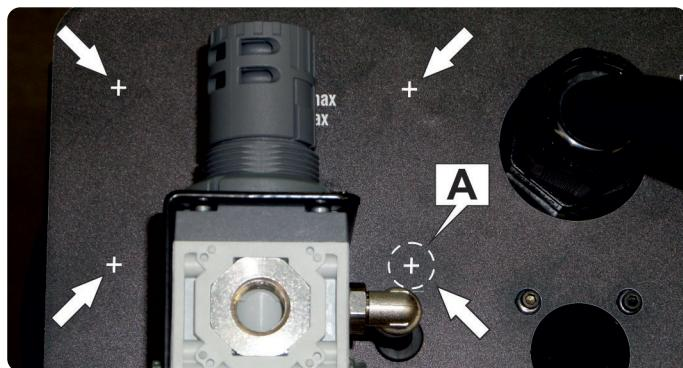

Fig. 1
- ◆ Localice cuatro dibujos en forma de cruz en la placa del panel trasero de la máquina (ver fig.1) y realice un orificio pasante en cada uno de ellos con un punzón o una herramienta puntiaguda de 4 mm de diámetro. Alrededor del orificio A (indicado en la fig.1) elimine una porción de la placa-película con un diámetro de aproximadamente 10 mm.